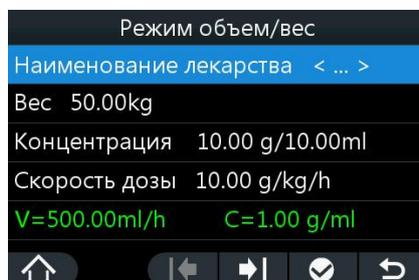

Рисунок 5-4
1. Выберите меню “☰” опцию → “режим” → “Объём/вес режим” чтобы войти в интерфейс, как показано на рис.5-4. Потребители могут установить имя лекарства, вес, концентрацию, тариф дозы и другие параметры согласно фактическим потребностям.